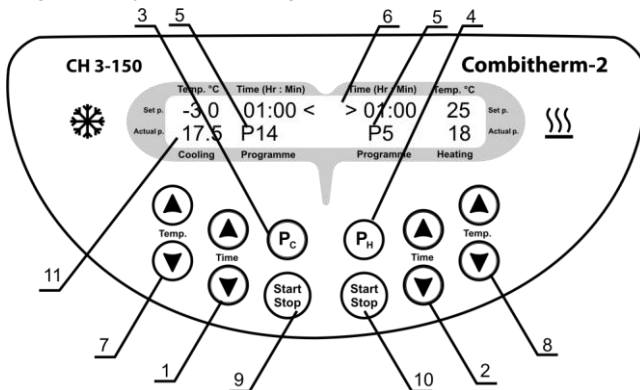

Fig.1 Panneau de configuration
- la température actuelle des blocs de chauffage/refroidissement (fig. 1/11) et le numéro du programme (fig. 1/5) dans la ligne inférieure (Actual p.).
Sélectionnez le numéro du programme adapté (fig. 1/5) en appuyant sur la touche de programmation PC (fig.1/3) pour un bloc thermostaté de refroidissement (utilisez les boutons à gauche du clavier pour programmer) ou sur la touche de programmation PH (fig. 1/4) pour le bloc thermostaté chauffant (utilisez les boutons à droite du clavier pour programmer).
Pressez les touches de programmation PC ou PH pour entrer dans le mode programmation et maintenez appuyée pendant 4 secondes jusqu'à ce que le symbole > ou < s'affiche (fig.1/6). Si aucune touche n'est pressée pendant 4 secondes, le mode programmation s'éteindra.
Utilisez les touches Temp. ▲ et ▼ (fig. 1/7 ou 1/8) pour programmer la température requise (l'intervalle d'incrémentacion pour le refroidissement est de 0,1°C, l'intervalle d'incrémentacion pour le chauffage est de 1°C). Utilisez les relevés de températures programmées dans la ligne supérieure de l'écran (set point) pour contrôler la valeur programmée. Appuyez et maintenez enfoncée la touche pendant plus de 2s pour augmenter l'incrémentacion.
Utilisez les touches Time ▲ et ▼ (fig. 1/1 or 1/2) pour programmer l'intervalle de durée de travail souhaitée en heures et en minutes (l'intervalle d'incrémentacion est de 1min). Utilisez les relevés de durées programmées dans la ligne supérieure de l'écran (set point) pour contrôler la valeur programmée. Appuyez et maintenez enfoncée la touche pendant plus de 2s pour augmenter l'incrémentacion.
Appuyez sur la touche de programmation PC ou PH (fig. 1/3 ou 1/4) une deuxième fois pour enregistrer les paramètres sinon ceux-ci seront automatiquement enregistrés dans 8 secondes.
Sélectionnez le programme adéquat en pressant la touche de programmation PC ou PH (fig. 1/3 ou 1/4).
- 4.7. Appuyez sur la touche Start Stop (fig. 1/9 ou 1/10) pour démarrer le minuteur. L'indicateur du minuteur commencera à compter à rebours la durée (précis à 1 minute près).
Appuyez sur la touche Start Stop (fig. 1/9 ou 1/10) pour éteindre le signal. Appuyez sur la touche Start Stop pour redémarrer le minuteur.